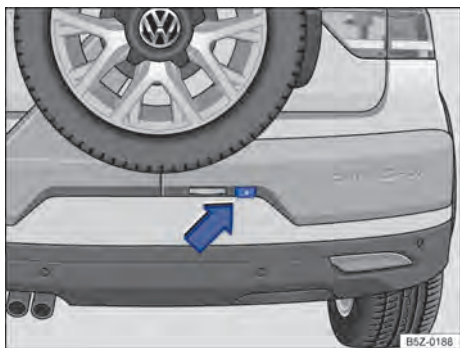

Fig. 117 No parachoque traseiro: local de instalação do assistente de condução em marcha a ré.
- ✓ Uma imagem confiável e clara, por exemplo, condições de visibilidade boas e uma lente limpa → Fig. 117.
A câmera de marcha a ré → Fig. 117 (lupa) somente fornece imagens bidimensionais. As reentrâncias, bem como os objetos salientes no solo ou as peças salientes de outros veículos, são difíceis de serem reconhecidas ou não podem ser reconhecidas devido à ausência de profundidade no display.
Manter a lente da câmera → Fig. 117 limpa, sem neve e sem gelo: